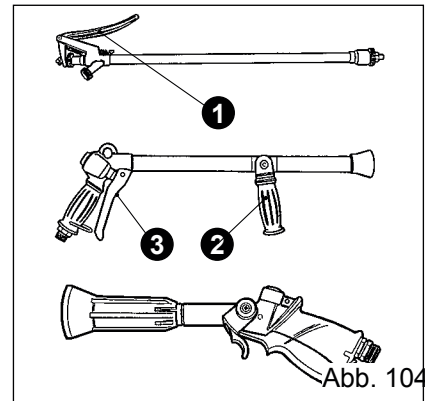

Abb. 104
- Die **Lanze mit Hebel** wird allein vom Öffnungshebel (1) gesteuert, der je nachdem, wie stark er gedrückt wird, ein Kegel- oder Nadelsprühen realisiert. Die Düse ist serienmäßig $\varnothing = 1,5$ mm.
- Die **Speziallanze** kann den Nadel- oder vollen Kegelschlauch ausführen: die Wahl der Sprühform wird durch Vor- oder Rückwärtsbewegung des Hebels (2) durchgeführt. Betätigen Sie für das Öffnen des Strahls den Hebel (3). Die Düse ist serienmäßig $\varnothing = 2,5$ mm.
- **Pistole** (Abb. 104): technisch ähnlich wie die anderen. Sie zeichnet sich durch einen Griff für nur eine Hand aus und wird mit einem kürzeren Rohr geliefert.